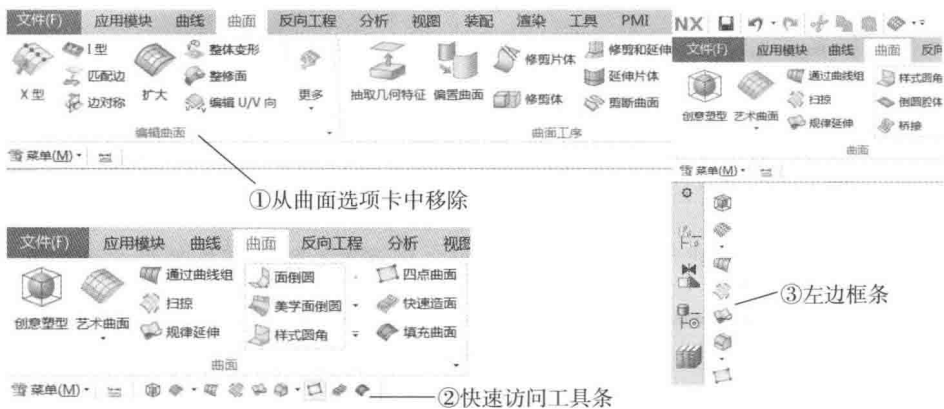

图 1-8
单击 MB1（鼠标左键）选择“从曲面选项卡中移除”，效果如图 1-8 ①所示。
单击 MB1 选择“添加到快速访问工具条”，效果如图 1-8 ②所示。
单击 MB1 选择“添加到左边框条”，效果如图 1-8 ③所示。